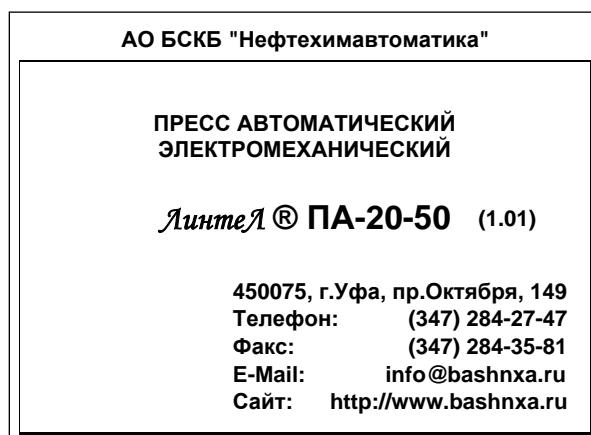

Рисунок 3 – Окно загрузки
3.3.1 Включить пресс тумблером «Сеть» на лицевой панели – на дисплее отобразится окно загрузки (рисунок 3).